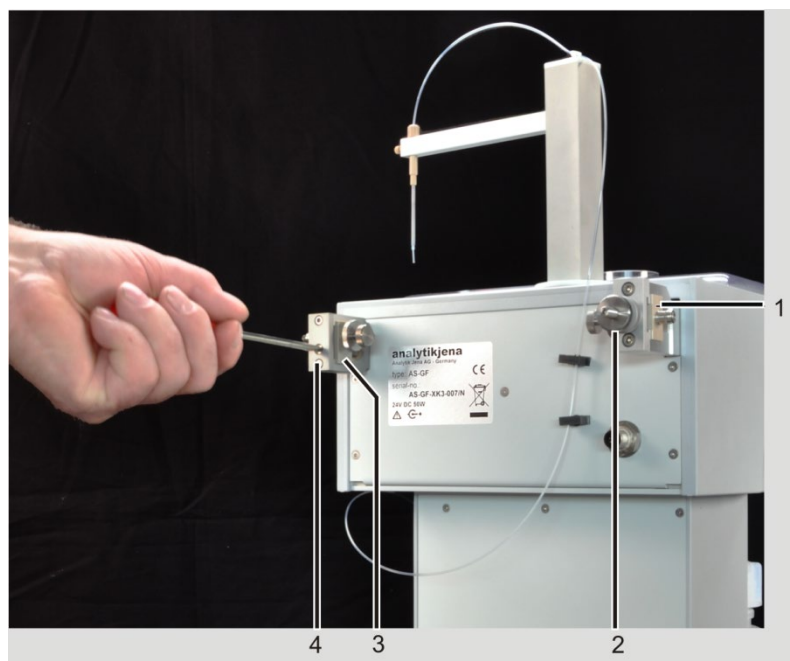

Fig. 38 AS-GF avec vis d'alignement du four
2. Installer le guide de tuyau (5, Fig. 38) sur le bras de prélèvement de l'AS-GF et le fixer avec la vis d'arrêt.
3. Visser manuellement le tuyau de dosage dans l'orifice droit de la vanne en T (10, Fig. 38) sur le doseur. Enfiler le tuyau de dosage par le support de tuyau à l'arrière du passeur d'échantillon et sur le bras de prélèvement. Introduire le tuyau de dosage dans le guide (5, Fig. 38) jusqu'à ce que l'extrémité du tuyau dépasse du guide d'environ 8 mm vers le bas, puis fixer le tuyau avec l'écrou de serrage.
5. Accrocher l'AS-GF dans les logements du compartiment à échantillons (1 et 7 sur Fig. 38). Contrôler l'horizontalité du passeur d'échantillons, et le cas échéant, l'aligner avec la butée réglable en profondeur dans le compartiment à échantillons (3 sur Fig. 33 p.56).